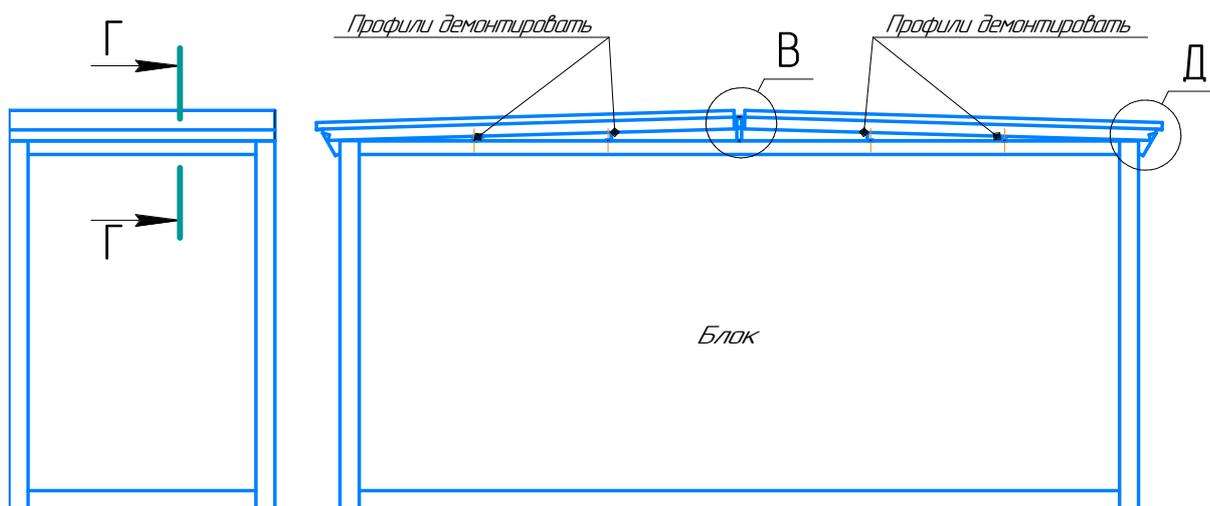

Рисунок 10
3.6.1. Перед подъемом крыши демонтировать транспортные нащельники по коньку и торцу кровли (смотри рисунок 10, 11).
3.6.2. Демонтировать транспортные детали-профили с болтами по торцу и коньку кровли (смотри рисунок 10, 11, 12).